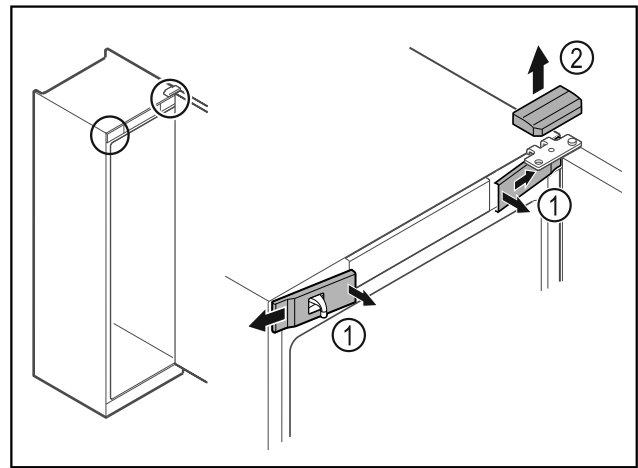

Fig. 11
- ▶ Wyczepić przednie osłonki Fig. 11 (1) i odchylić w bok.
- ▶ Górną osłonkę Fig. 11 (2) zdjąć w górę.